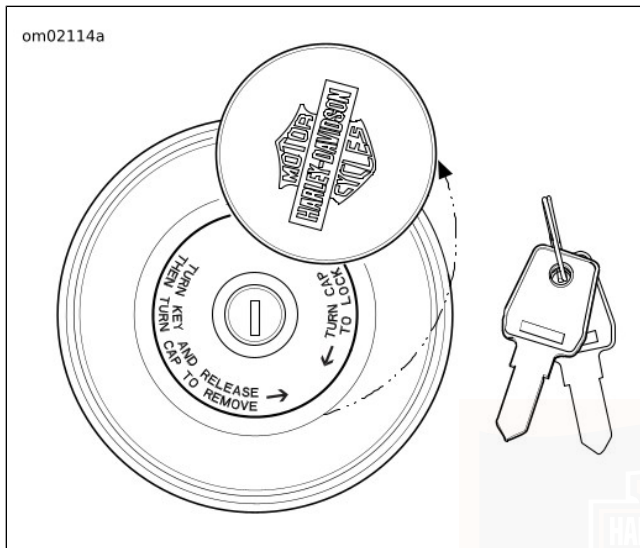

Abbildung 8. Verriegeln des Kraftstofftankdeckels
1. Siehe Abbildung 8. Die Schlossabdeckung drehen, um das Schloss freizulegen.